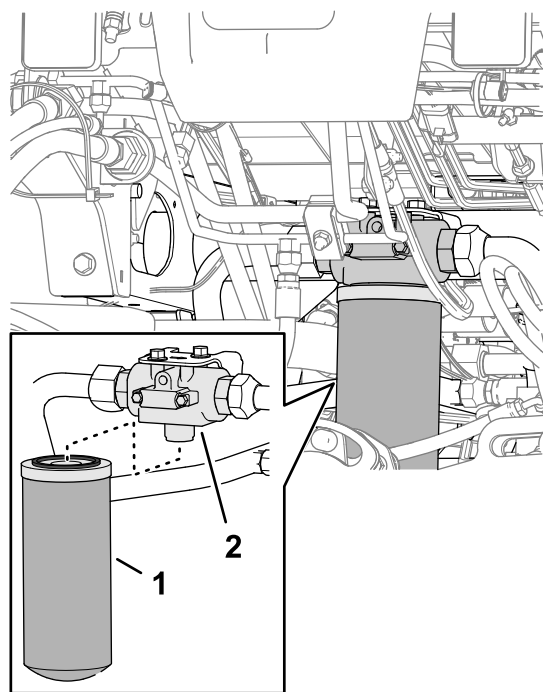

Рисунок 145
2. В передней части машины поставьте сливной поддон под фильтр линии возврата (**Рисунок 145**).